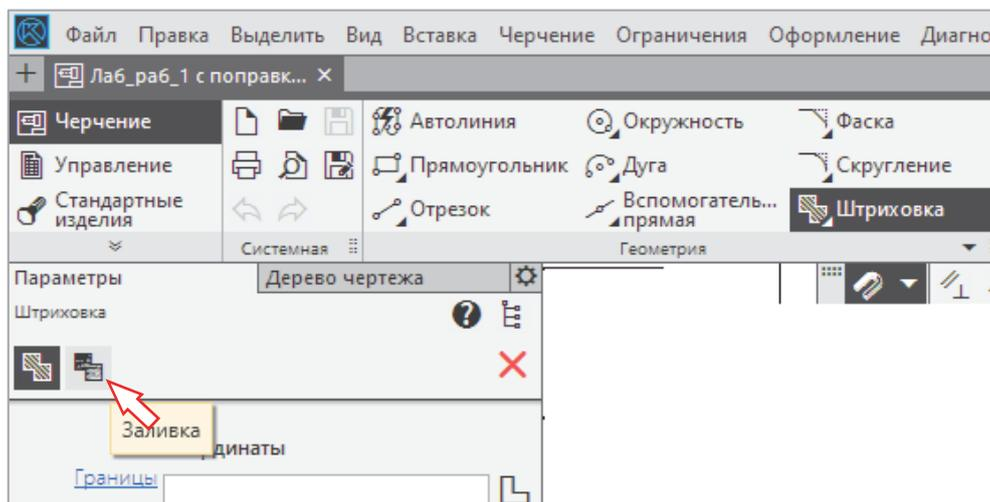

Рис. 1.19-2
- ✓ **Замечание!** Команда Заливка находится в меню Черчение → Геометрия → Штриховка, кнопка Заливка – на Панели параметров (рис.1.19-2).